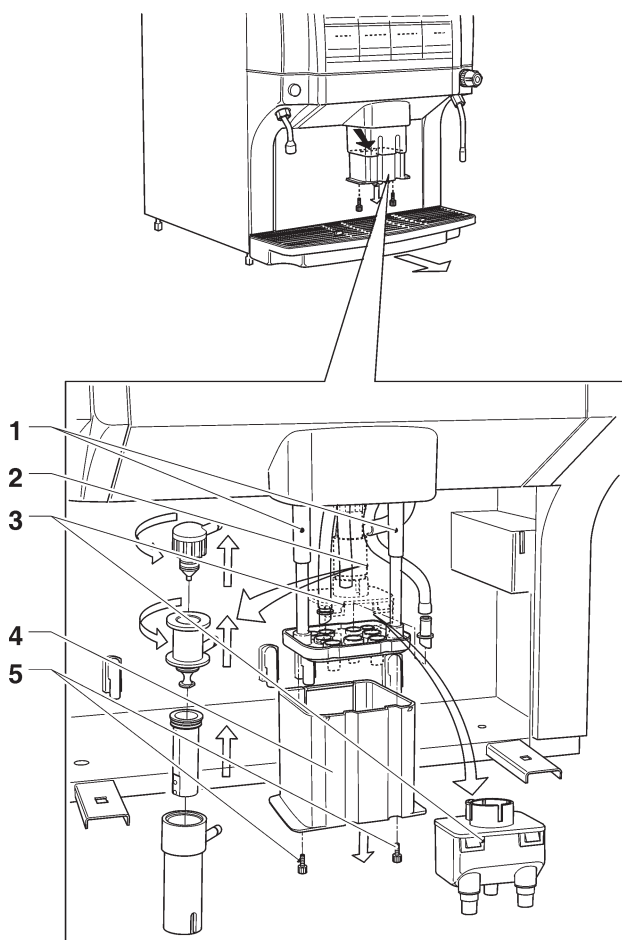

Fig. 28
- Smontare l'ugello divisore di flusso ed il milker in ogni loro parte (vedi fig. 28);